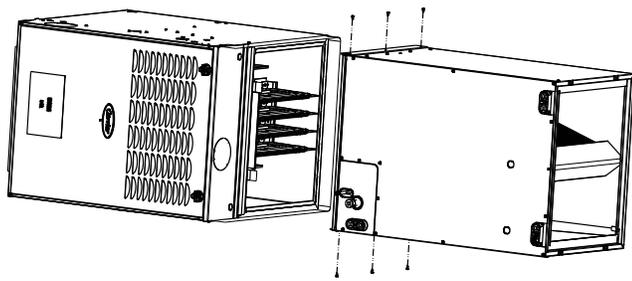

Figure 9 – Installation horizontale vers la droite
4. Utilisez des vis autotaraudeuses pour fixer l'appareil de chauffage (Figure 9).